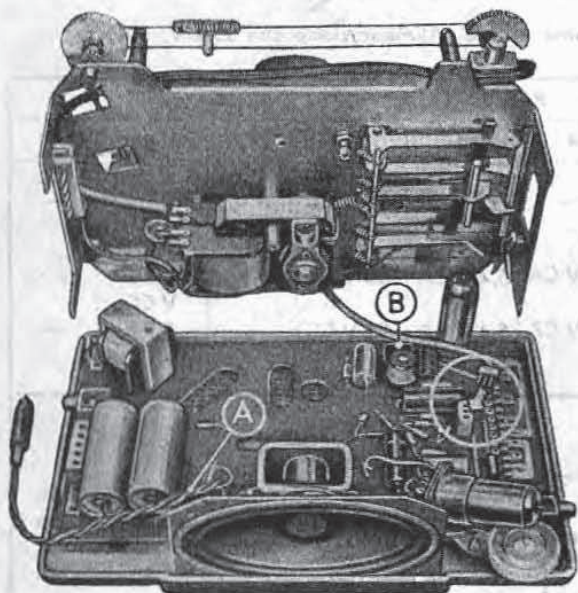

Fig. 5
**Taratura dell'indicatore di livello di registrazione.** - La resistenza semifissa « A » serve per la taratura dell'indicatore del livello di registrazione. Essa viene regolata in fabbrica in sede di collaudo e non è quindi necessario, normalmente, ritoccarne la regolazione: nel caso però in cui, per sostituzione delle valvole o per altri motivi, le variazioni luminose fossero insufficienti od eccessive si operi come segue (fig. 5):